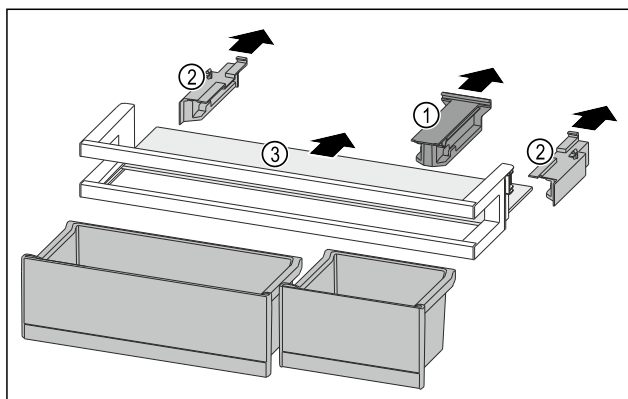

Fig. 92
- Bevestigingsdeel Fig. 92 (1) wegtrekken.
- Zijdelen Fig. 92 (2) wegtrekken.
- Draagplateau Fig. 92 (3) verwijderen.